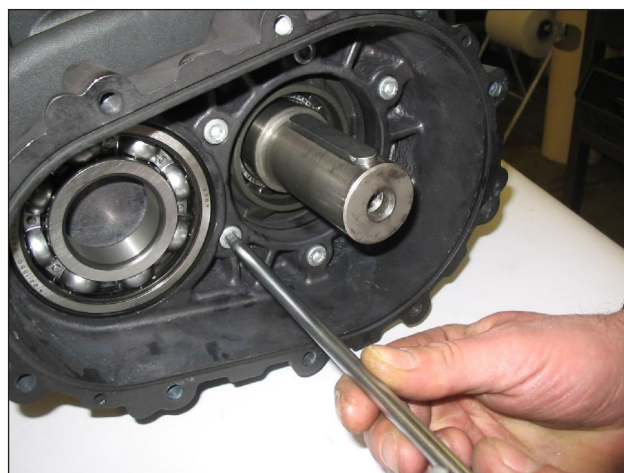

Fig. 21
- Svitare le viti di fissaggio della scatola riduttore, quindi rimuoverla (Fig. 21).